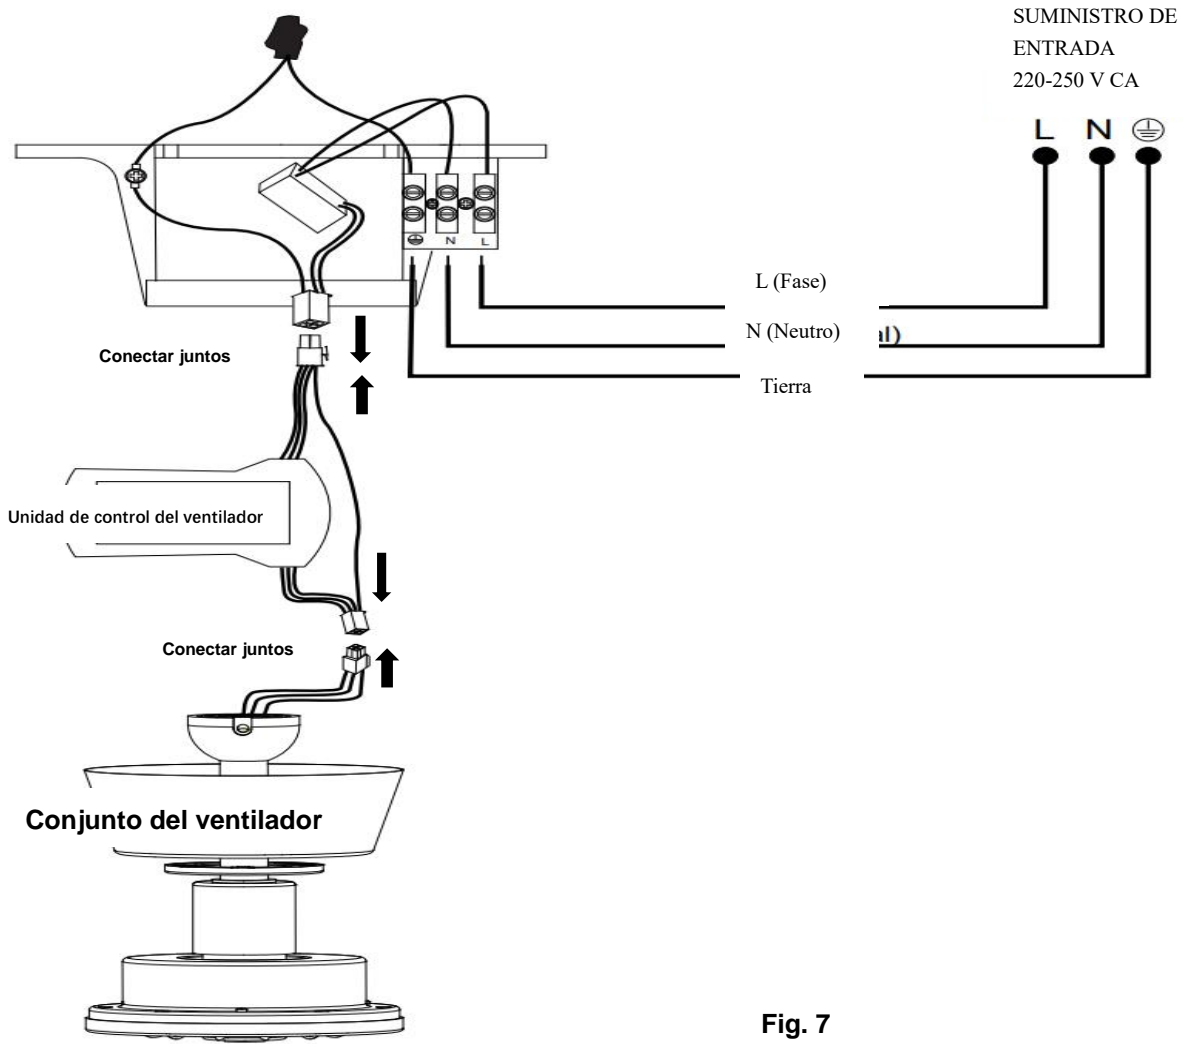

Fig. 7
**DIAGRAMA DEL CABLEADO ELÉCTRICO DEL VENTILADOR****PREPARE Y COMPLETE EL CABLEADO ELÉCTRICO --- DIAGRAMA DEL CABLEADO (FIG. 7)**
**Del suministro de corriente a la clema del soporte de techo: (Fig. 7)**
**Del soporte de techo al receptor y el motor: (Fig. 7)**
Conecte el conector rápido del cable de suministro del soporte de techo a la toma del conector rápido de la unidad de control del ventilador. **(Fig. 7)**
Conecte el conector rápido de los cables de salida de la unidad de control del ventilador al conector rápido de los cables de entrada del conjunto del ventilador. **(Fig. 7)**